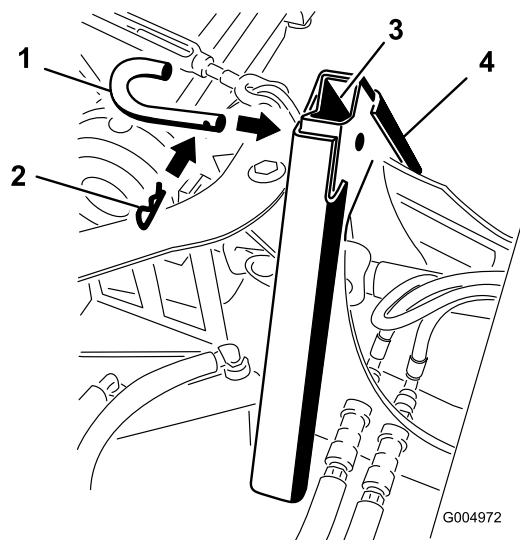

图14
- 如图14所示用附件销和发卡销将适配器固定到一起。如果要携带更多负载可使用螺母和螺栓来替代。